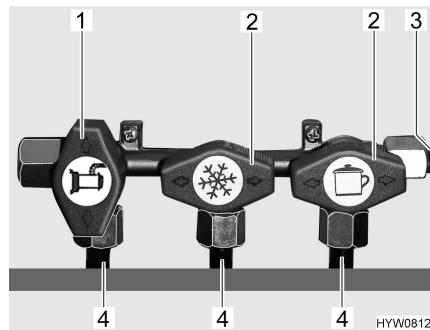

Fig. 67 Posizione dei rubinetti di arresto del gas (esempio)
- Apertura:** ■ Posizionare il rubinetto di arresto del gas dell'apparecchio a gas corrispondente parallelamente (Fig. 67,1) alla tubatura (Fig. 67,4) che alimenta l'apparecchio a gas.
- Chiusura:** ■ Posizionare il rubinetto di arresto del gas dell'apparecchio a gas corrispondente trasversalmente (Fig. 67,2) alla tubatura (Fig. 67,4) che alimenta l'apparecchio a gas.